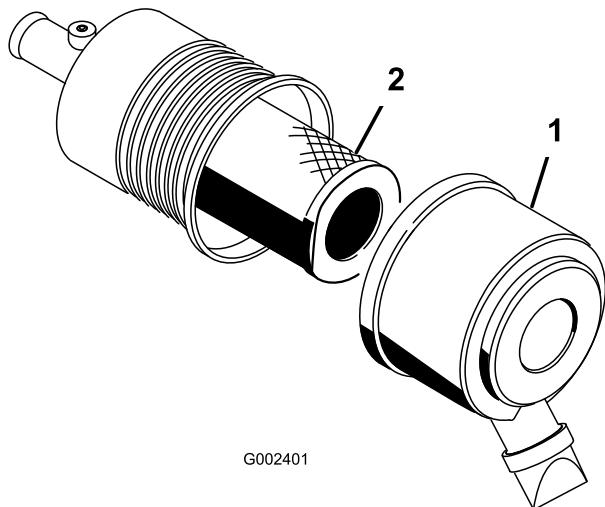

図 43
1. エアクリーナのラッチを外し、ボディーからカバーを抜き出す図 43。
3. エアクリーナのボディーから、フィルタをしづかに引き出す(図 43)。
5. フィルタをゆっくり押し込むようにしてボディチューブに取り付ける図 43。
6. 上下方向を間違えないように、エアクリーナカバーを正しく取り付け、ラッチを掛ける図 43。